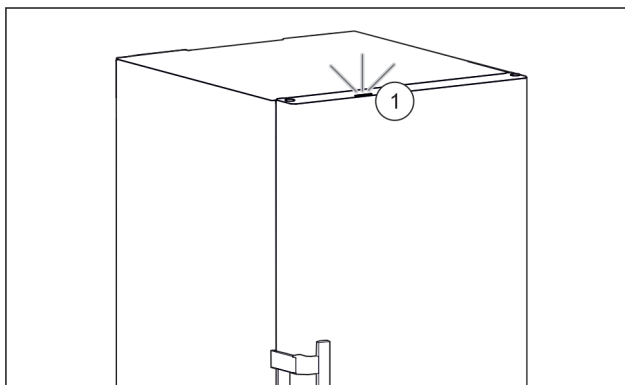

Fig. 89 Aktivní stavové světlo při zavřených dveřích
- Stavové světlo Fig. 89 (1) je aktivované.